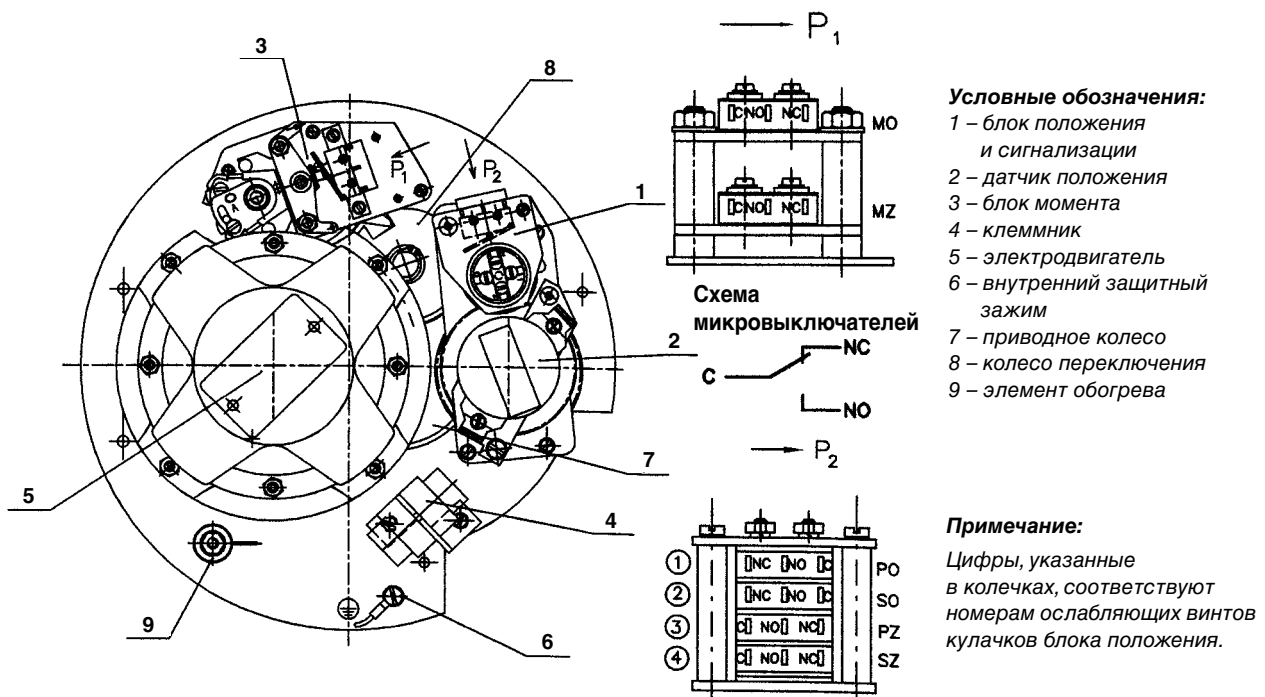

Рис. 1 - Плата управления
- **часть управления** – обеспечивает отдельные рабочие функции электропривода, как выключение в зависимости от момента, выключение в зависимости от положения, сигнализация и дистанционная передача информации о положении. Она состоит из следующих механических узлов (*блоков*), расположенных на плате управления в соответствии с рис. 1 – блок положения и сигнализации 1, датчик положения 2, блок момента 3,